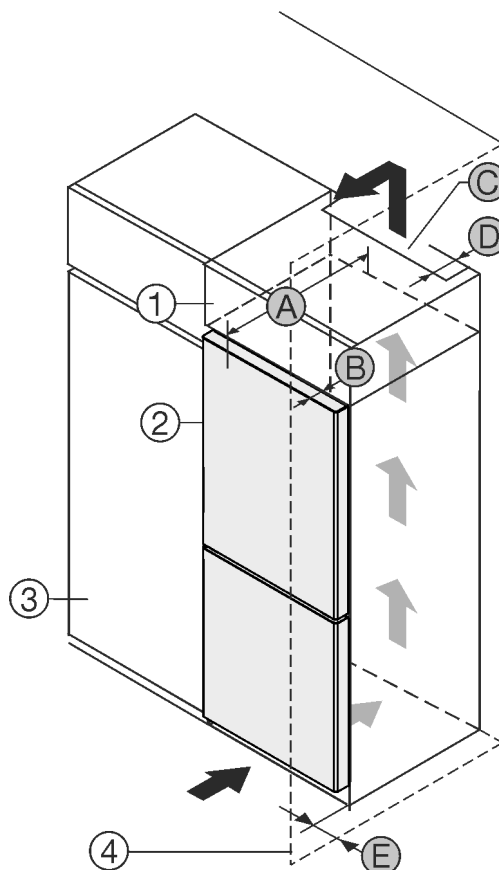

Fig. 1
Du kan opstille apparatet direkte ved siden af køkkenskabet Fig. 1 (3).\*
På bagsiden af overskabet skal der være en ventilationskanal med dybden Fig. 1 (D) over hele overskabets bredde.\*
Ventilationstværsnittet *Fig. 1 (C)* under rummets loft skal overholdes.\*
Hvis apparatet opstilles med hængslerne ved siden af en væg *Fig. 1 (4)*, skal afstanden mellem apparatet og væggen være mindst 13 mm.\*
Hvis apparatet opstilles med hængslerne ved siden af en væg *Fig. 1 (4)*, skal afstanden mellem apparatet og væggen være mindst 20 mm.\*
For at døren kan åbnes helt, skal apparatet rage frem med dørens dybde *Fig. 1 (B)* i forhold til køkkenskabetets forside. Apparatet kan rage mere ud afhængigt af køkkenskabenes *Fig. 1 (3)* dybde og anvendelsen af vægafstandsholdere.\*